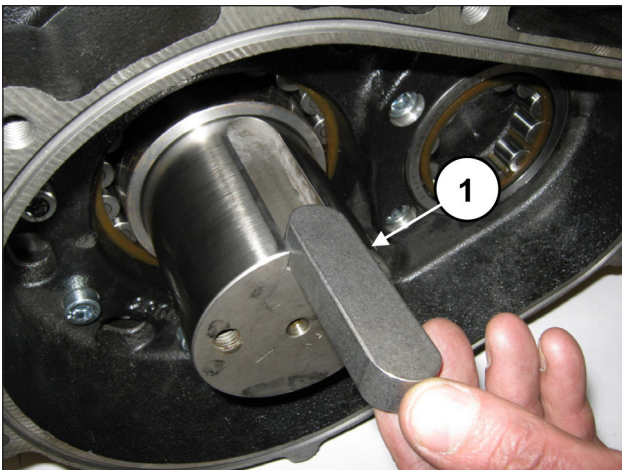
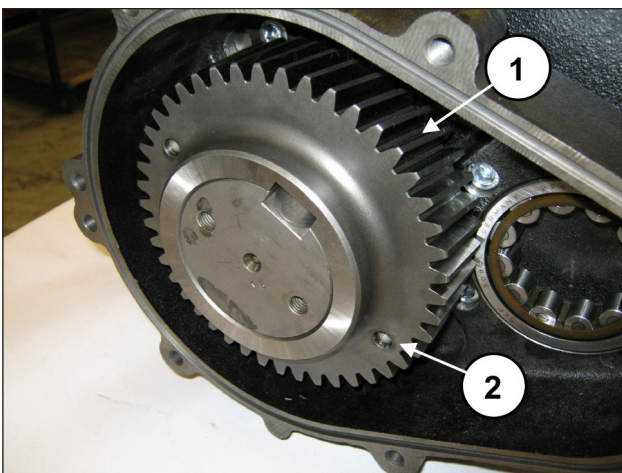

Fig. 74
Fig. 75
Aplique a lingueta 22x14x80 no local do eixo (pos. ①, Fig. 74) e insira a coroa no eixo (pos. ①, Fig. 75).
A coroa deve ser montada, certificando-se de que os dois furos M8 (a serem usados para a extração), resultem virados para o exterior da bomba (pos. ②, Fig. 75).